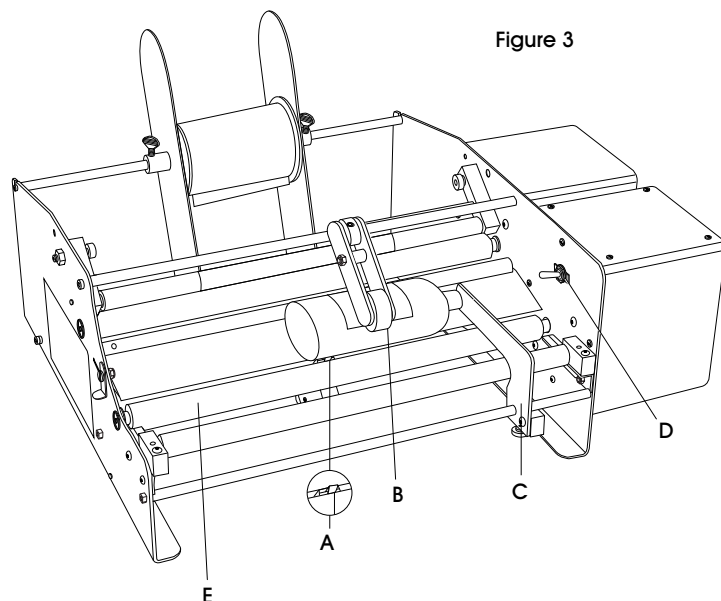

Figure 3
1. Une fois que le rouleau d'étiquettes est enfilé dans l'appareil, réglez le capteur d'étiquette (A) afin qu'il soit placé devant la doublure de l'étiquette. Il ne doit pas toucher la doublure de l'étiquette ni le rouleau d'entraînement de bouteille (E). (Voir Figure 3)
- Si le capteur touche le rouleau d'entraînement de bouteille (E), les étiquettes ne se distribueront que partiellement ou pas du tout.
3. Ajustez le guide-bouteille (C) de manière à ce qu'il touche le haut du contenant.